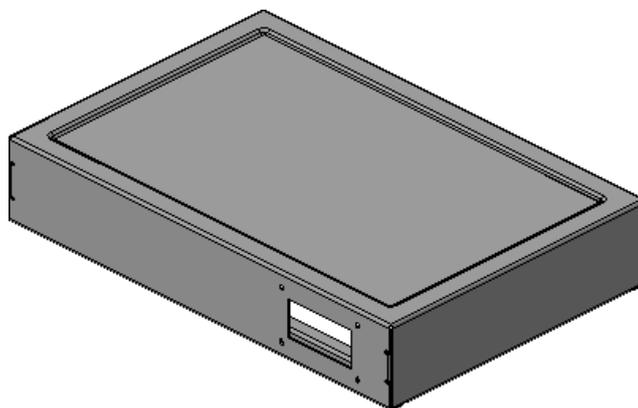

Рисунок 60.
- Нажмите кнопку Создать объект  (рис. 60).